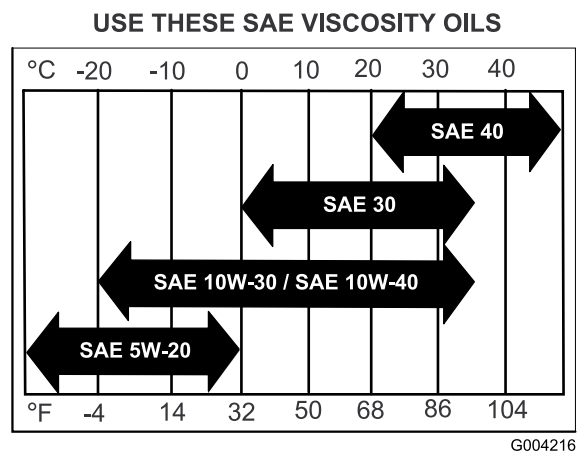

Figure 29
**Viscosité :** Voir le tableau ci-dessous (Figure 29).